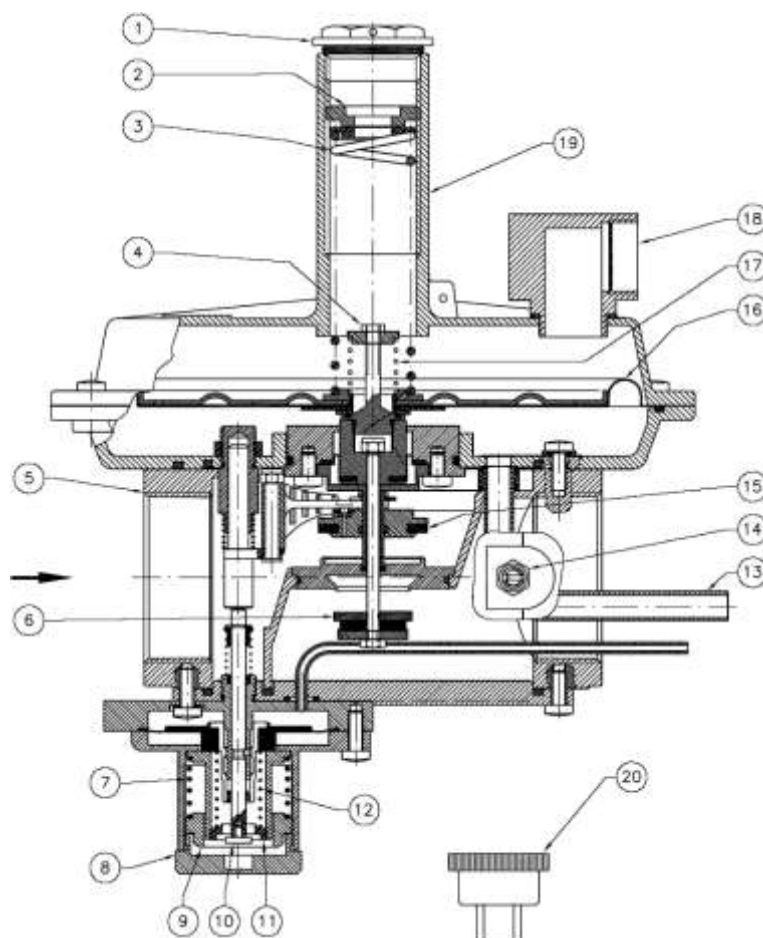

Рис. 1
Регулятор (рис. 1) состоит из: запорный колпачок (регулятор) (1); регулировочный винт выходного давления (2); пружина настройки выходного давления (3); настройка сбросного клапана (4); корпус (5); затвор регулятора (6); пружина настройки ПЗК по избыточному давлению (7); защитный колпачок (ПЗК) (8); регулировочный винт ПЗК по избыточному давлению (9); рычаг взвода ПЗК (10); настройка ПЗК по недостаточному давлению (11); пружина настройки ПЗК по недостаточному давлению (12); встроенная импульсная трубка (13); штуцер измерения давления на выходе (14); затвор ПЗК (15); рабочая мембрана (16); пружина сбросного клапана (17); сбросное отверстие избыточного давления $G \frac{3}{4}''$ (18); воронка (19); ключ для настройки ПЗК (20).
Регулятор (рис. 1) состоит из: регулировочный винт выходного давления (1); пружина настройки выходного давления (2); пружина настройки ПСК (3); верхний диск мембраны (4); винты (5); корпус (6); защитный колпачок ПЗК (7); затвор ПЗК (8); нижняя крышка (9); гайка обтюратора (10); корпус отсека мембраны (11); компенсирующая мембрана (12); пружина возврата штока ПЗК (13); рабочая мембрана ПЗК (14); пружина настройки ПЗК по избыточному давлению (15); регулировочный винт ПЗК по избыточному давлению (16); настройка минимального предела ПЗК (17); регулировочный винт ПЗК по недостаточному давлению (18); пружина настройки ПЗК по недостаточному давлению (19); воронка (20); шток обтюратора (21); обтюратор (22); штуцер измерения давления на выходе (23); рабочая мембрана (24); антипылевой колпачок (25); винт настройки ПСК (26); защитный колпачок (регулятора) (27); ключ для настройки ПЗК (28).